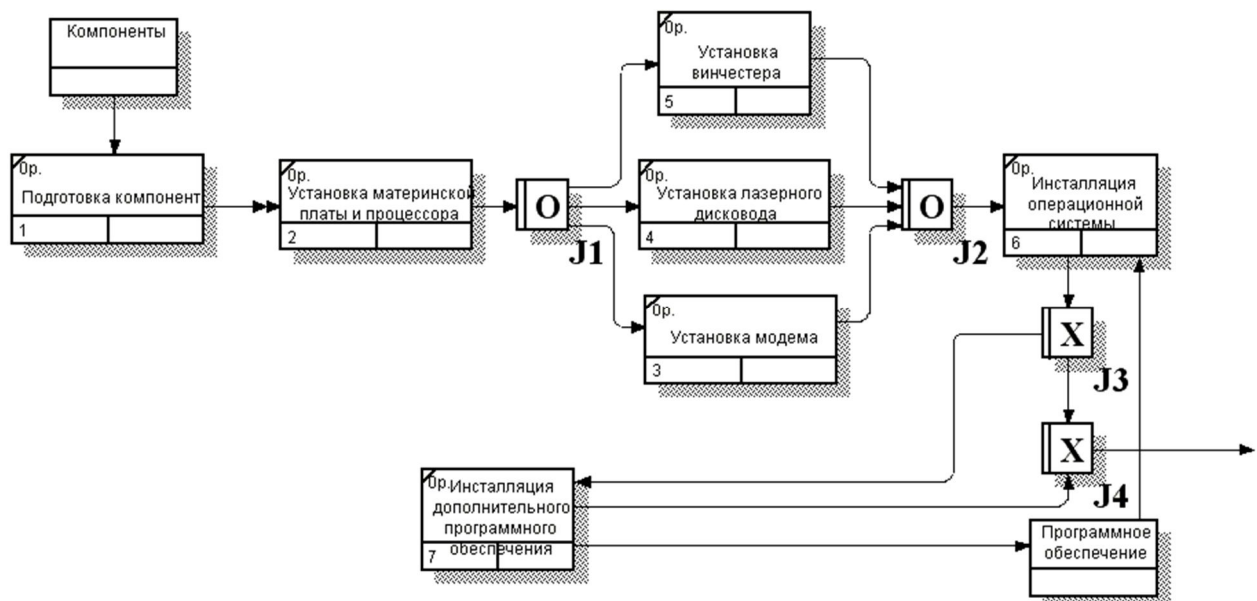

Рис. 23. Диаграмма IDEF3
4. Создайте два перекрестка типа "исключающее или" (*Exclusive OR*) и свяжите работы с перекрестками, как показано на рис. 23.
Диаграмма рис. 23 показывает очередность производства работ, возможность их параллельного выполнения.